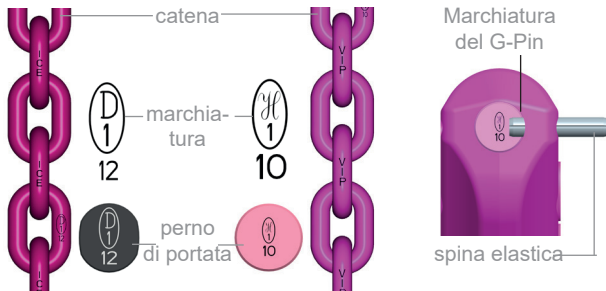

Fig. 1:
- Per i componenti ICE utilizzare solo il perno ovale G ICE (Fig. 1)